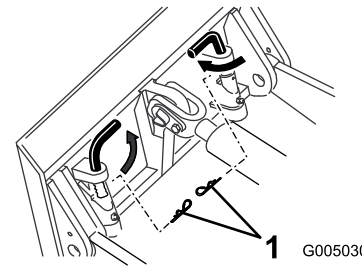

Figure 10
- Sur certains anciens modèles du groupe de déplacement, le ressort et les goupilles de fixation rapide de la plaque de montage (Figure 10) sont munis de trous permettant la mise en place de goupilles fendues lorsque vous utilisez l'enfouisseuse sur de longues distances. Cela évite que les vibrations de l'enfouisseuse ne fassent sortir les goupilles.